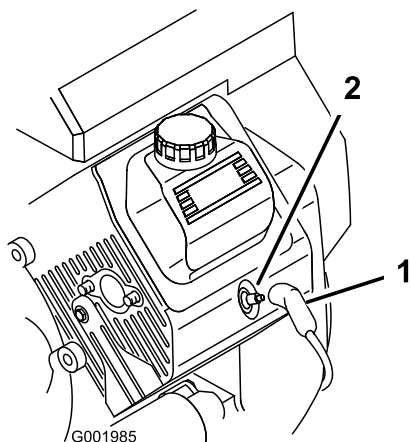

図 53
- 点火プラグのコードが抜けているのを確認する(図 53)。
- 点火コードを取り付ける(図 53)。